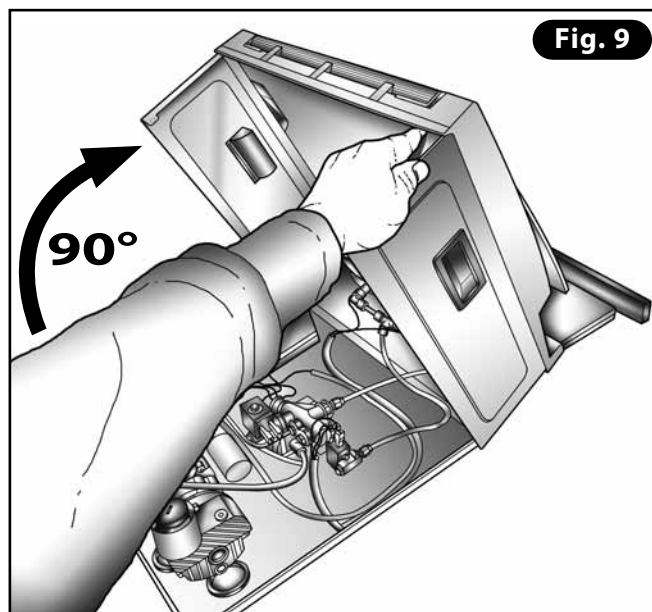

Fig. 9
- 6) Soulever le châssis à l'aide des deux mains de 90° et poser la partie frontale sur le plan de travail (**Fig. 9**).